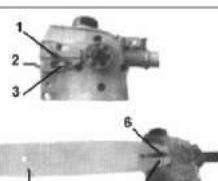

Fig. PP3
2. Monter le guide chaîne sur le goujon. Aligner la tige de tension de la chaîne avec l'orifice sur le guide chaîne. (Fig.PP3)